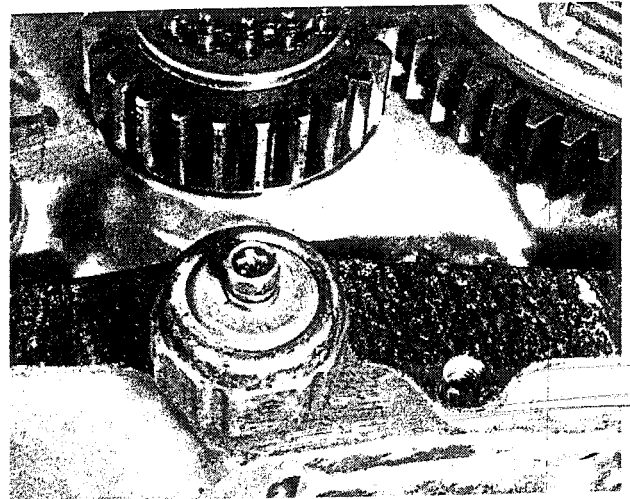

Bild 138
- Den Öldruckschalter in die Gehäuseoberseite einschrauben. Der Schalter ist mit einem konischen Gewinde versehen und kann deshalb nicht ganz eingeschraubt werden (Bild 138). Das Kabel mit einer Schraube am Schalter anschliessen.